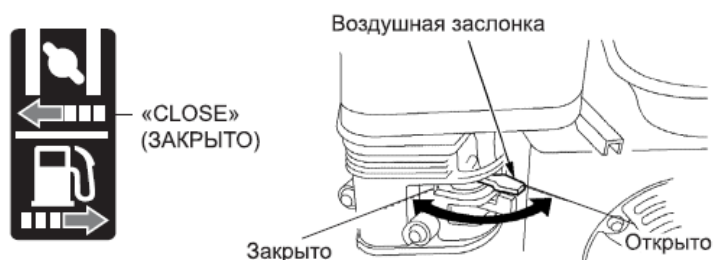

Рисунок 10 – Воздушная заслонка
6.3.2. При запуске холодного двигателя рычаг воздушной должен находиться в положении «закрото» - крайнее левое положение (рисунок 10).